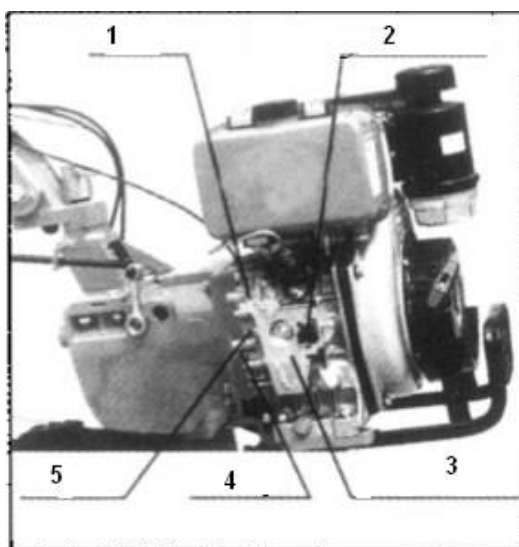

Рисунок 7
3. Регулировка троса дросселя (см. рисунок 7)